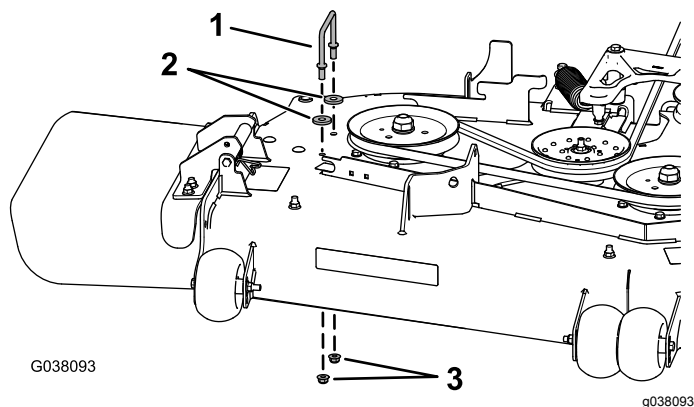

Bild 5
- Entfernen Sie die Halterung der rechten Riemenabdeckung, **zwei Scheiben (nur 152-cm-Mähwerk)** und zwei Bundmuttern vom Mähwerk (**Bild 5**).